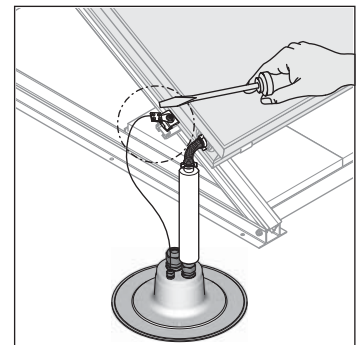

Figura 3-35 Atornillar el borne de compensación de potencial
3. Fijar los tornillos del borne de conexión equipotencial (figura 3-35).